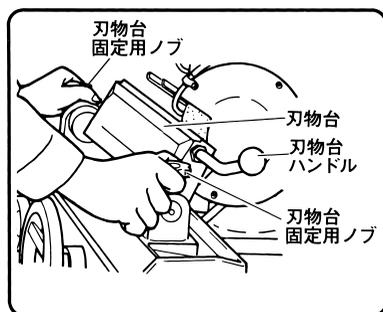

図 12
- (1) 刃物台固定ノブ (図12参照) をゆるめ、刃物台をゆっくりトイシ側に倒します。